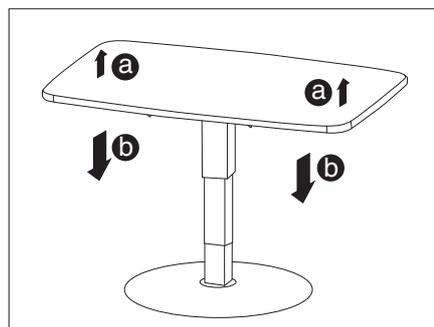

Fig. 53 Table à hauteur réglable
- Soulever brièvement le plateau de table (Fig. 53, a) puis le pousser vers le bas (Fig. 53, b), jusqu'à ce que la hauteur souhaitée soit atteinte.